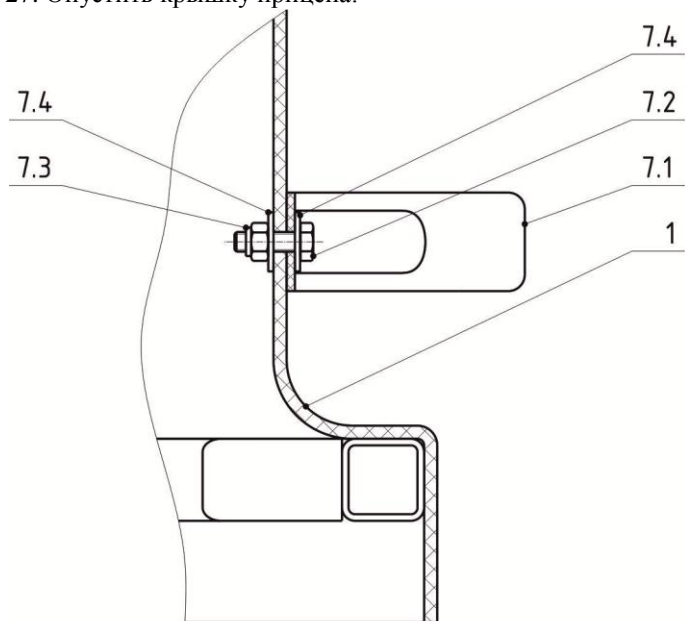

Рисунок 4.
25. В отверстия, на задней стенке крышки установить в соответствующем порядке (рис. 4) болты 7.2, шайбы 7.4, ручку 7.1 с одной стороны и шайбы 7.4, гайки 7.3 с другой стороны крышки.